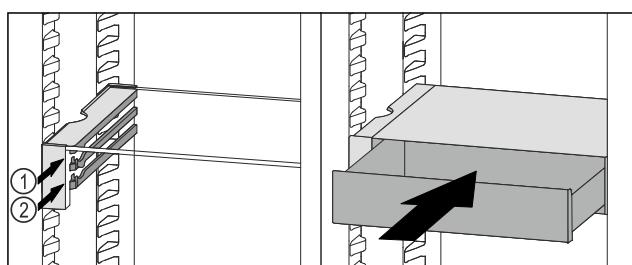

Fig. 149
- Поставете чекмеджето на VarioSafe зад ограничителите върху желаното ребро Fig. 149 (1) или Fig. 149 (2).